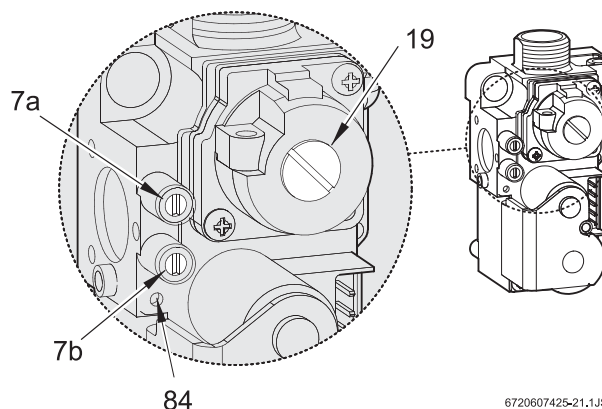

Fig. 31 Válvula de gás
- ▶ Desmontar a cobertura do parafuso de regulação do gás (19) (Fig. 31).